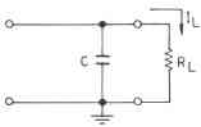

figura 4b
b) filtro a ingresso capacitivo (figura 4b) in cui